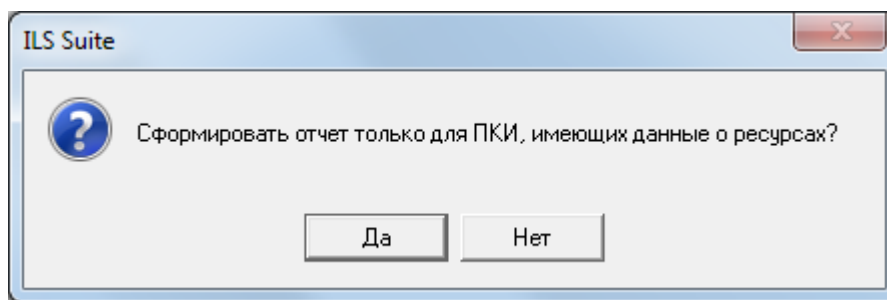

Рис. 20-50 – Диалоговое окно
- 4) Отображается диалоговое окно для выбора информации по ПКИ, имеющих данные о ресурсах или всего объема данных, используемых при формировании отчета. Нажать кнопку «Да» для выбора данных о ресурсах (рис. 20-50).